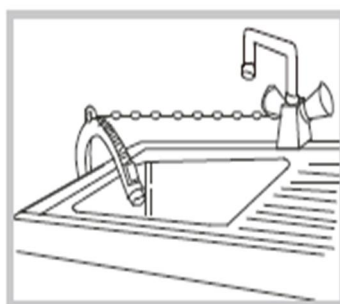

Рис. 3
- При размещении сливного шланга на бортик мойки, закрепите его так, чтобы он не мог упасть во время работы стиральной машины (Рис. 3).